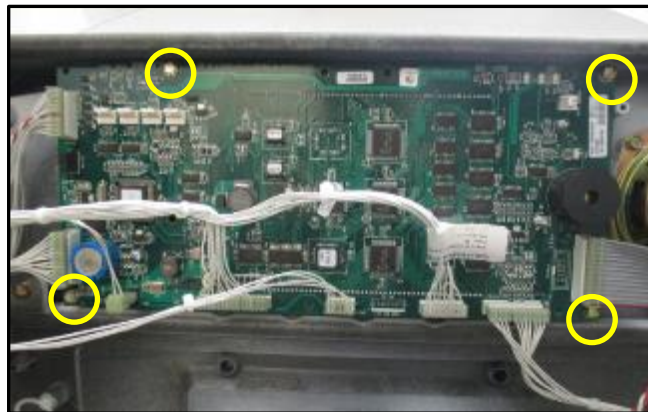

Fig 1.14 – Emplacement des vis de nœud de porte
- 16.** Retirez les quatre vis en tôle #6-3/8 » qui fixent le nœud de porte à l'arrière de la porte du distributeur. Enregistrez ces vis pour une réutilisation ultérieure lors de l'installation. Placez soigneusement le nœud de porte à l'intérieur de la cavité électronique à l'écart. Utilisez un chiffon antistatique doux pour protéger l'électronique et les écrans contre les dommages. Annulez toutes les contraintes de câble nécessaires qui peuvent être présentes. (Fig. 1.14)